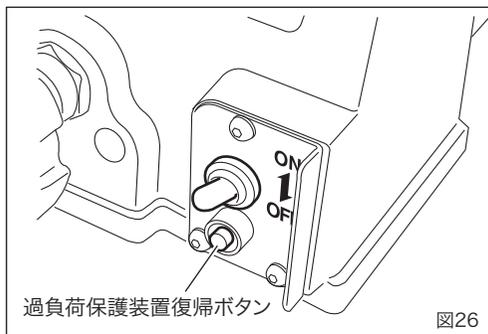

図26
## 3. 切断中にモーターが停止した場合(図26)
- ①スイッチをOFFにする
- ②原因を取り除く
- ③スイッチの下にある過負荷保護装置復帰ボタンを押す(図26)